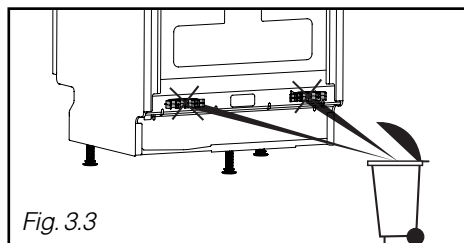

Fig. 3.3
- Tirar os suportes dos tubos (Fig. 3.3)